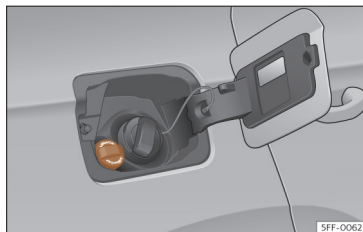

Fig. 203 Tampão do bocal de enchimento do reservatório do AdBlue®.
- Abrir a tampa do depósito >>> **Fig. 203.**
- Gire o tampão de fecho do bocal de enchimento de SCR para a esquerda >>> **Fig. 203.**